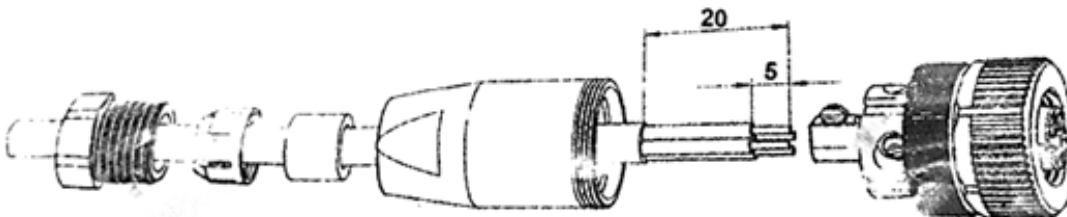

Abbildung 2: Anleitung binder-Buchse
1. Bestandteile der binder-Buchse wie folgt auf das Kabel bringen. (siehe auch Abbildung 2)